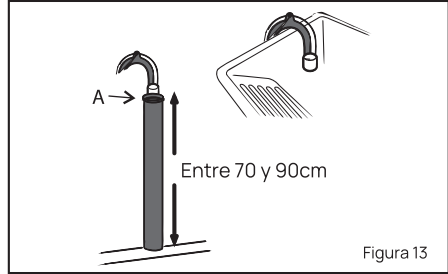

Figura 13
- Situe la manguera de desagote, con el soporte manguera que se provee, dentro de un tubo de mayor diámetro (min. 4 cm) o apoye la misma bien sujeta en cualquier tipo de desagüe a la altura indicada. Ver figura 13